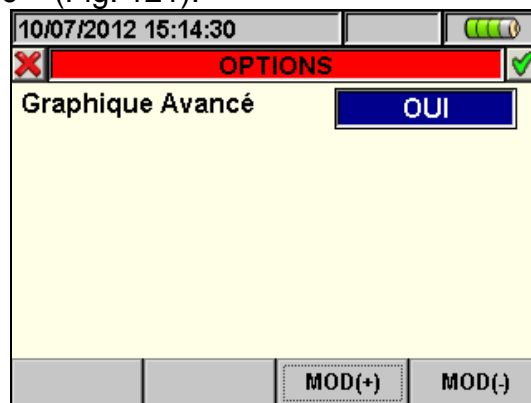

Fig. 121 : Options (Graphique Avancé)
- La touche **F4** (ou **OPTIONS** à l'écran) pour accéder à la page d'activation de « Graphique Avancé » (Fig. 121).
2. Appuyer sur la touche **F4** (ou **OPTIONS** à l'écran) pour accéder à la page d'activation de « Graphique Avancé » (Fig. 121).